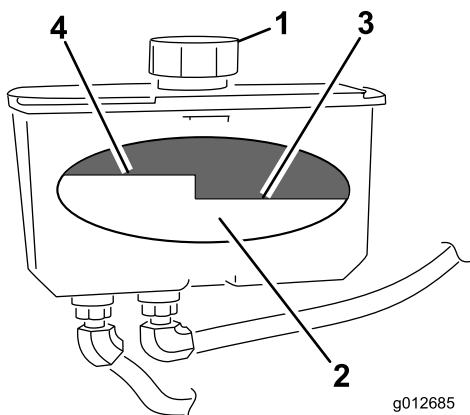

Bild 74
4. Reinigen Sie den Bereich um den Einfüllstutzen und den Deckel des Hydraulikbehälters (Bild 74).
5. Nehmen Sie den Deckel vom Einfüllstutzen ab. Schauen Sie in den Stutzen, um den Flüssigkeitsstand zu prüfen. (Bild 74).
Hinweis: Der Füllstand sollte bei heißem Öl die Oberkante der heißen Einfüllmarkierung der Zwischenplatte erreichen (Bild 74).